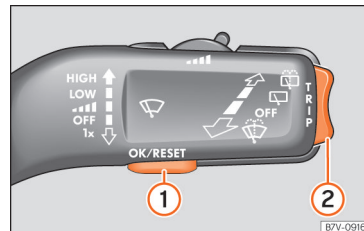

Abb. 81 Scheibenwischerhebel: Tasten zum Bedienen der Menüs im Kombiinstrument.
Solange eine Warnung der Priorität 1 vorliegt, »» Seite 80, kann auf kein Menü zugegriffen werden. Einige Warnmeldungen können bestätigt und ausgeblendet werden über die Taste »» **Abb. 81** ①.